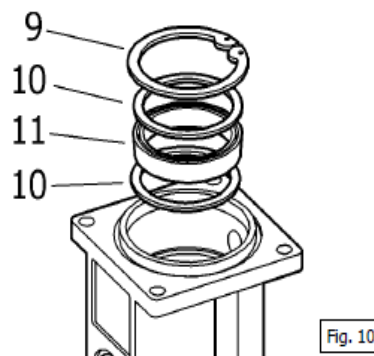

Рис. 10
5. Снять поршень насоса (8) и разрезное стопорное кольцо (9), кольцевые прокладки (10) и уплотнение (11) (рис. 10). Проверить поршень насоса на наличие задиры и заменить все поврежденные детали.
6. Собрать насос в соответствии с предыдущими инструкциями, пошагово в обратной последовательности. Нанести герметизирующий состав Loctite 242 (или его эквивалент) на резьбы инвертирующего механизма (4).